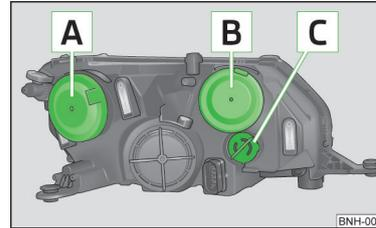

Fig. 126
- Retirer le recouvrement en caoutchouc [A] » fig. 126 » page 163.
- Retirer le recouvrement en caoutchouc **[B]** » fig. 126 » page 163.